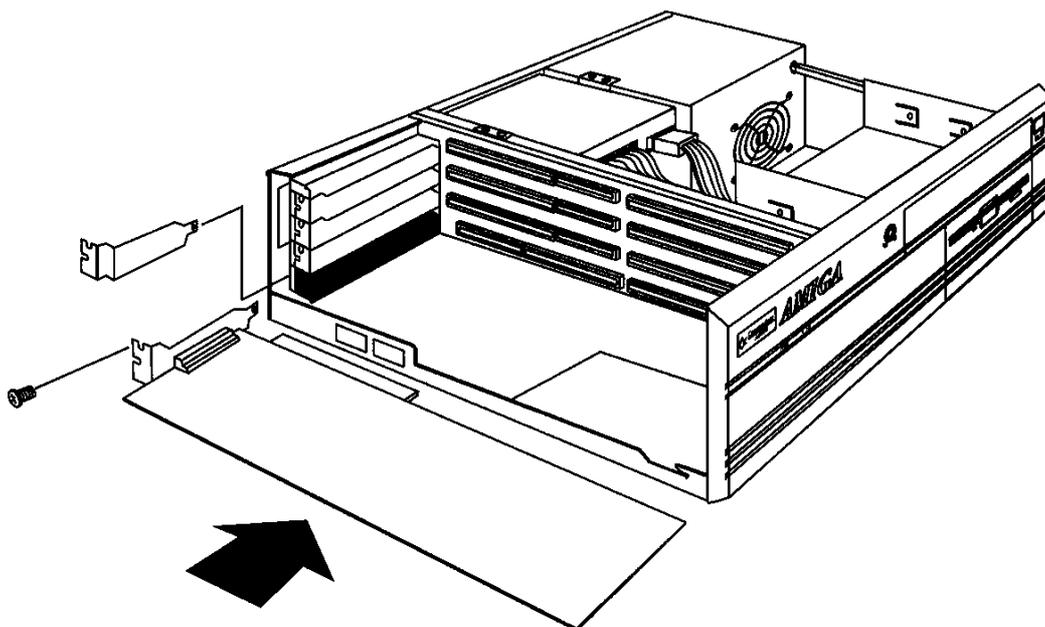

Abbildung 5-2. Entfernen der Abdeckblende und Einschieben der Erweiterungskarte
5. Schieben Sie die Erweiterungskarte in den Steckplatz (siehe Abbildung 5-2). Achten Sie dabei darauf, daß die Vorderkante der Karte in der richtigen Führungsschiene liegt und die Kartenstecker richtig ausgerichtet sind. Drücken Sie die Karte kräftig, aber nicht mit Gewalt, so in den Steckplatz, daß die Kartenstecker vollständig in den Steckplatz eingeführt sind.